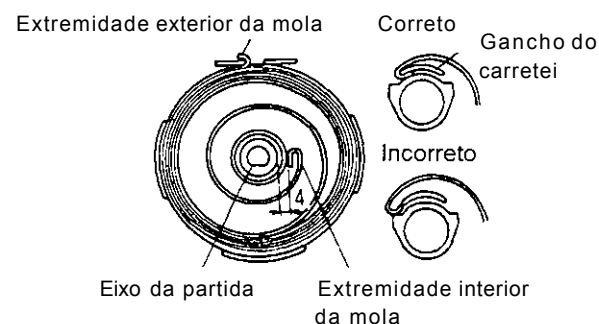

Figura 2-28-d
- 2) Enrole a corda da partida ao redor do carretei na direção da marca da seta, como se mostra na Figura 2-28-e. Puxe a corda da ranhura do carretei em 2.5 voltas, fixe o gancho do carretei na extremidade interna da mola e torne a montar o carretei corretamente na carcaça da partida. (O gancho do carretei não pode ser visto durante a montagem, por isso tome cuidado para não montar incorretamente, tal como mostra o exemplo da Figura 2-28-d).